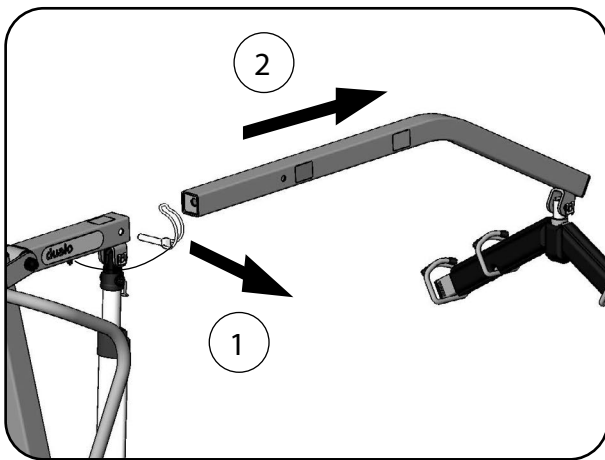

Abb. 8.8.01 - Hebearm standard entfernen
1. Entfernen Sie den Rohrklappstecker aus der Hebearmaufnahme (Abb. 8.8.01).
2. Ziehen Sie den Hebearm standard aus der Hebearmaufnahme heraus und legen ihn beiseite (Abb. 8.8.01).